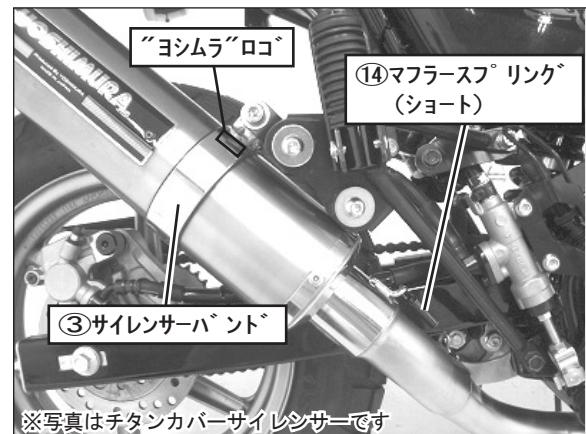

FIG. 11
10. ①エキゾーストパイプに②サイレンサーを差しこみ、スプリング取付け工具を使用して⑯マフラースプリング（ショート）を取り付けます。（FIG. 11参照）
11. J M C A プレートが真上になる様②サイレンサーを調整し、③サイレンサーバンド・サイレンサーバンド用スペーサーラバー（チタンサイレンサーのみ）を通して付属の⑧ボタンボルトM8×40、⑤ボルト用サラバネM8、④フランジナットM8、⑦スペーサーカラーM8-20-20を使用して、手順8で取り付けた⑪サイレンサーステーに仮締めします。（FIG. 11, 12参照）